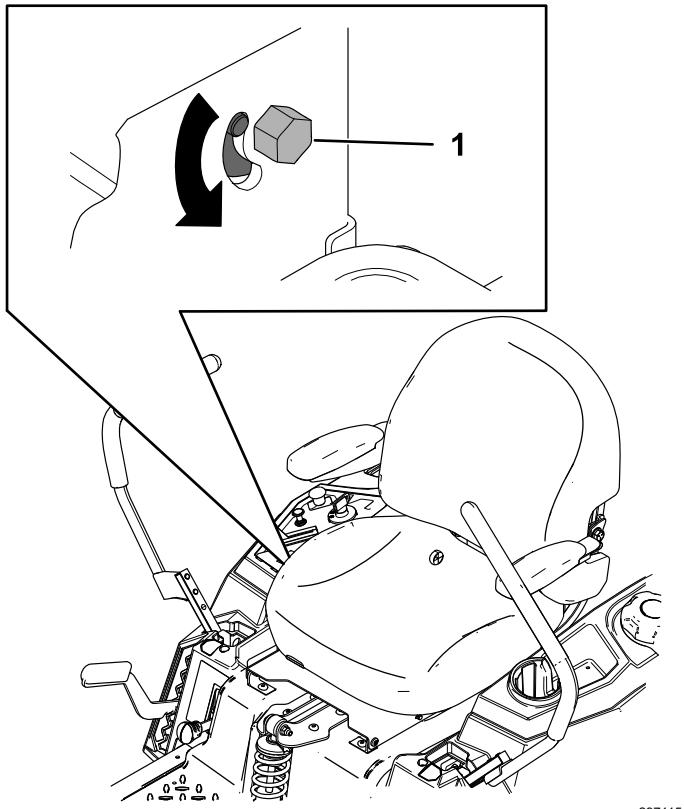

Bild 52
3. Suchen Sie die Einstellschraube für den Spurlauf in der Nähe des Fahrantriebshebels auf der Seite, die eingestellt werden muss (**Bild 52**).